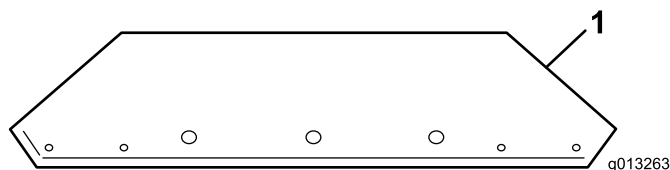
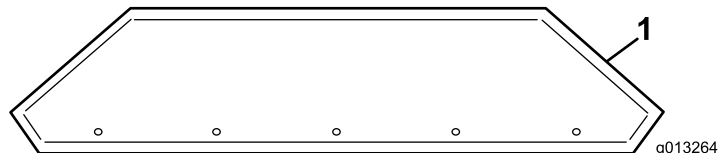

図 10
図 11
- 出荷用の箱から前用プレートと後ろ用プレートを取り出す 図 10 と 図 11。